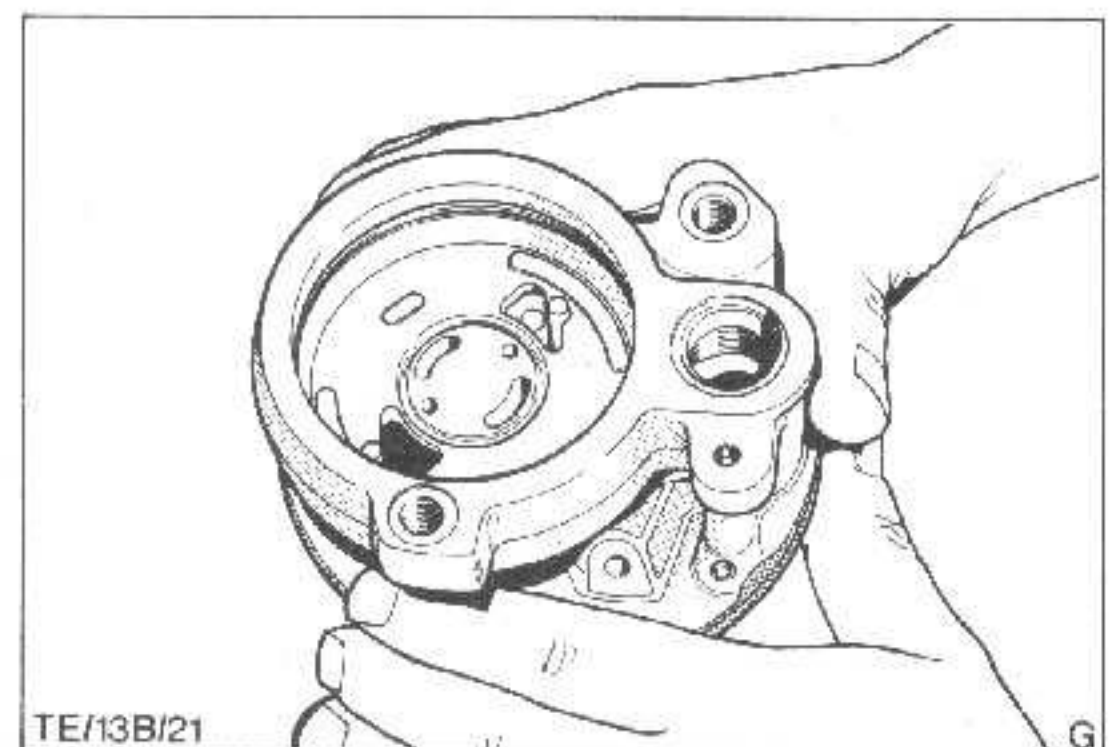

Abb.61 Druckplatte eingebaut
22. Magnet in das Pumpengehäuse einbauen. Druckplatte mit Hydrauliköl benetzen und anschließend auf die beiden Paßstifte aufsetzen, Abb. 61. Darauf achten, daß die Vertiefung für die Feder nach oben zeigt. Druckplatte dann um etwa 1,6 mm nach unten, über den O-Ringsitz hinaus, drücken.